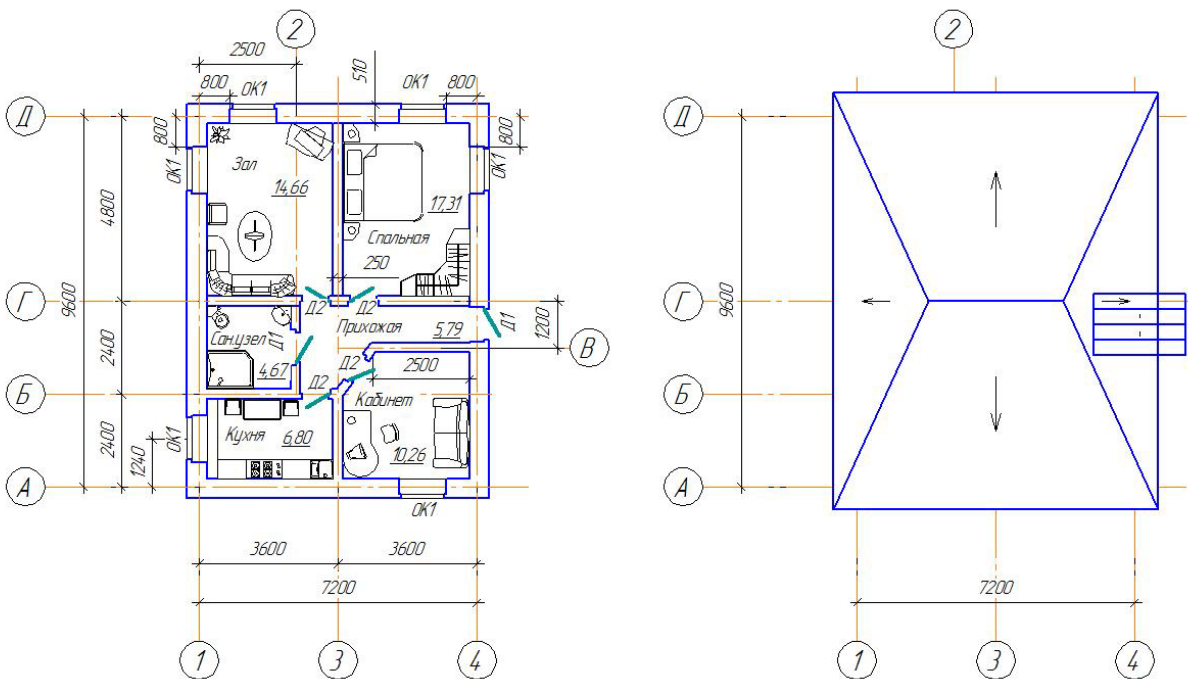

Рисунок 1.6.7. Образец выполнения задания.
2. Выполните построение кровли по образцу, используя файл **Учебный проект**. (Рис. 1.6.7.)